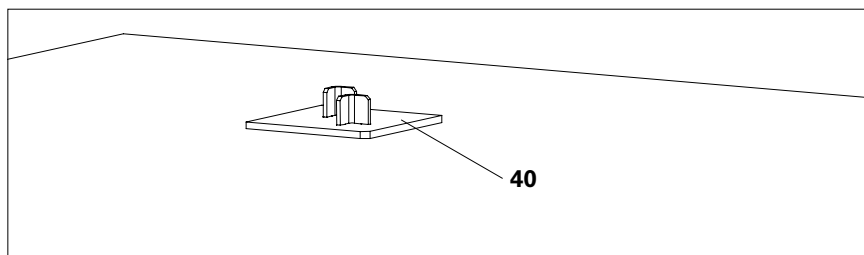

Fig. B1.02
1. Posizionare la piastra di allineamento angolo interno UNO Plus (40) a terra. (Fig. B1.02)